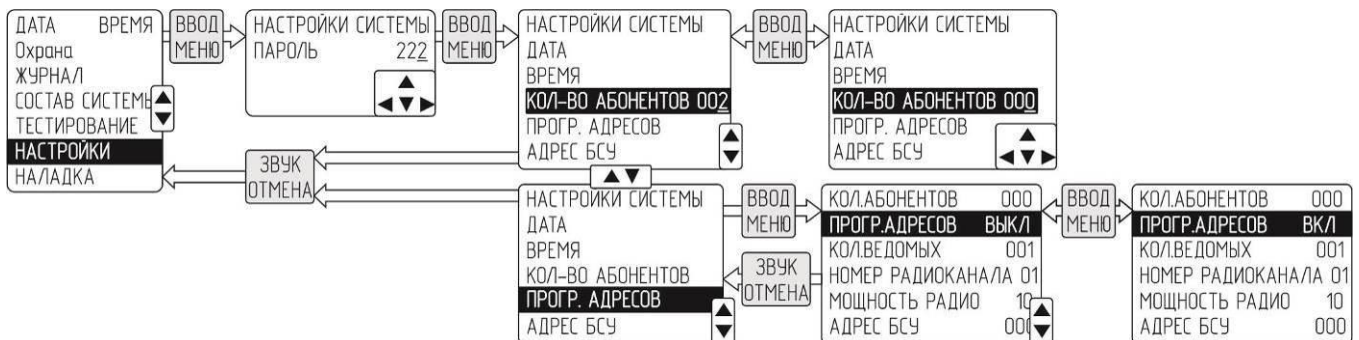

Рисунок 11 – Включение режима программирования адресов
- обнулить количество абонентов (рисунок 11, верхняя строка);
- включить программирование адресов (рисунок 11, нижняя строка):